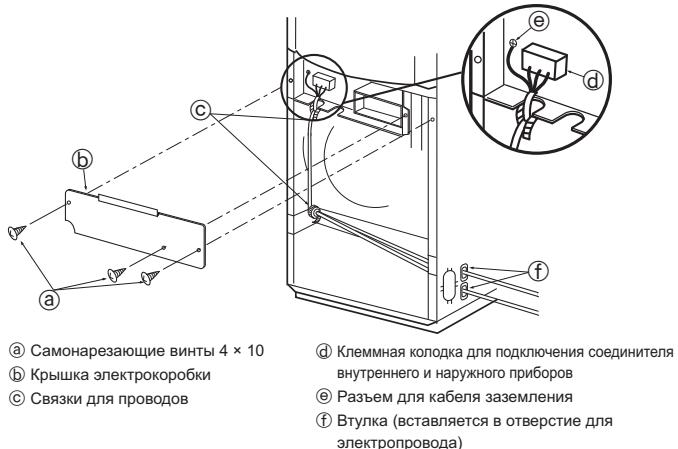

Fig. 6-1
6.1. Электрические работы (Fig. 6-1)
- Снимите самонарезающие винты ①, затем снимите крышку электрокоробки ②.
- Закройте провода ④ связками ③.